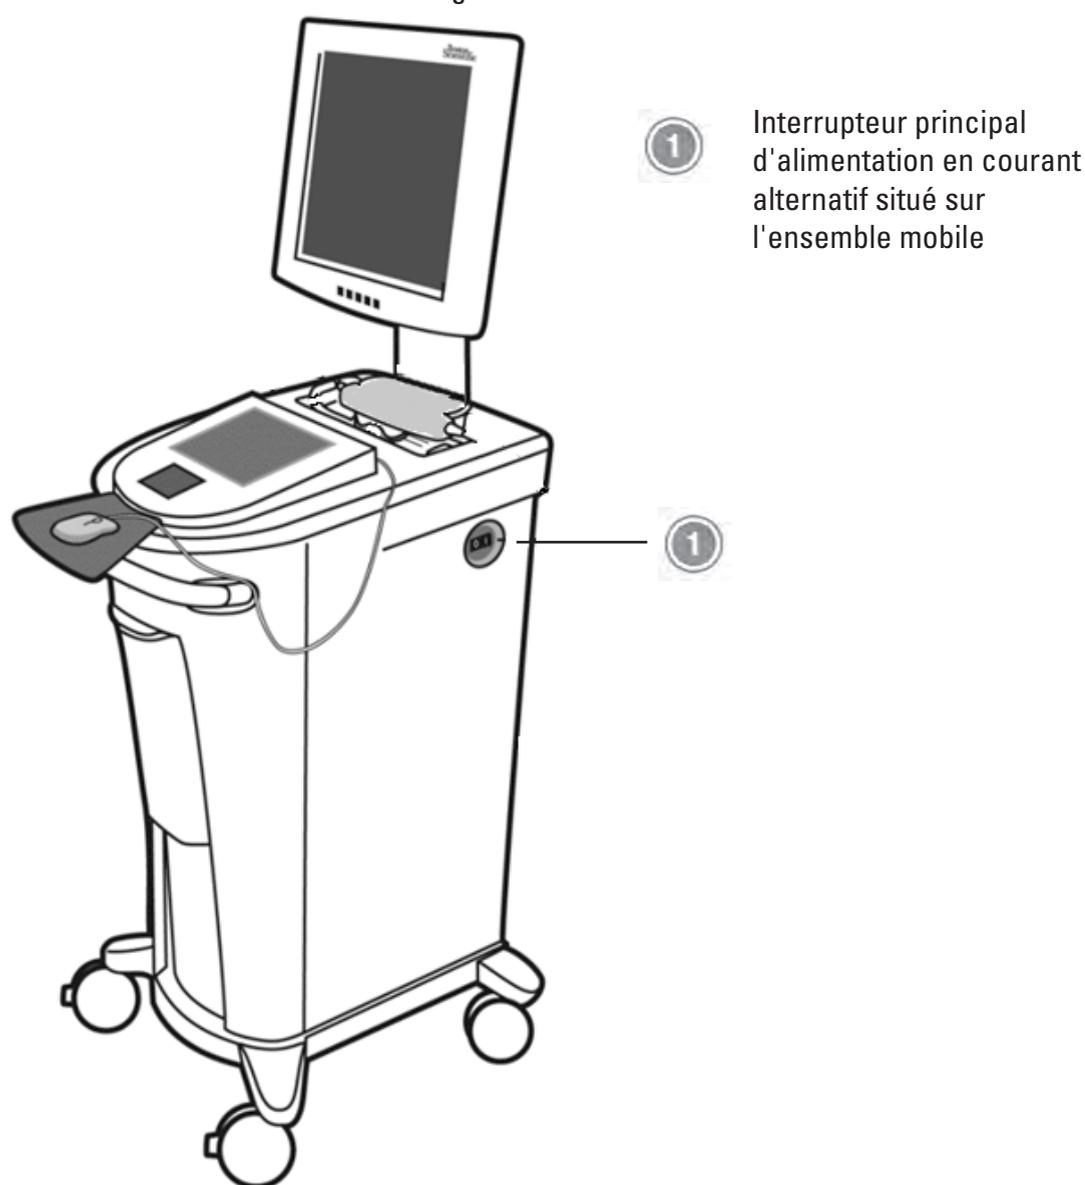

Figure 2-1 Interrupteur principal d'alimentation en courant alternatif du système mobile Polaris
1. Vérifier que l'interrupteur principal d'alimentation en courant alternatif, illustré à la figure 2-1, se trouve en position Off (Arrêt). (Le symbole « 0 » est enfoncé.)
Le système Polaris peut être laissé sous tension pendant une période prolongée, réduisant ainsi le temps consacré à la préparation d'une procédure. Toutefois, afin d'optimiser les performances, mettre régulièrement le système hors et sous tension. Utiliser l'interrupteur d'alimentation illustré ci-dessous pour mettre le système mobile Polaris sous tension. Voir la figure 2-1.
2. Une fois le logiciel arrêté, placer l'interrupteur principal d'alimentation en courant alternatif (figure 2-1) en position Off (Arrêt) pour éteindre le reste du système.